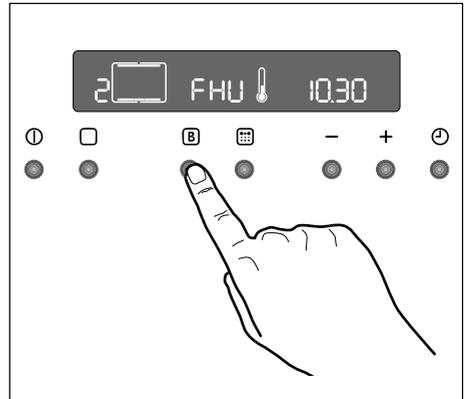

Рис. 14
4. нажмите кнопку . Дисплей температуры покажет “FNU” (Рис. 14).